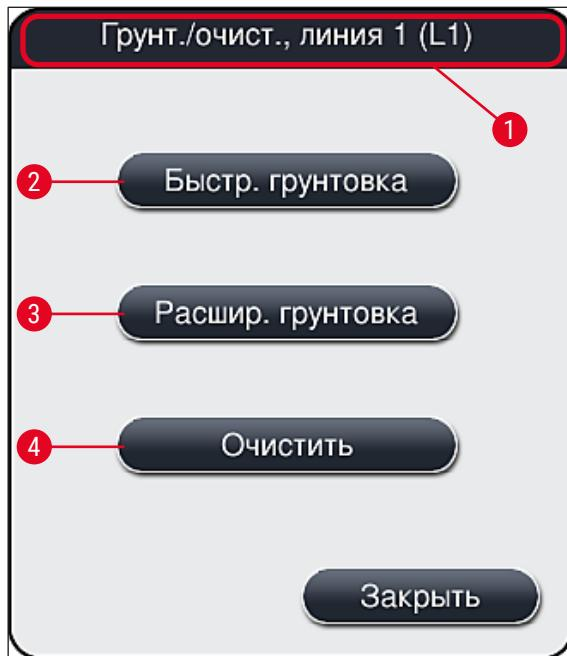

Рис. 98
- ✓ В следующем меню (→ Рис. 98) содержатся три различные программы промывки/очистки.